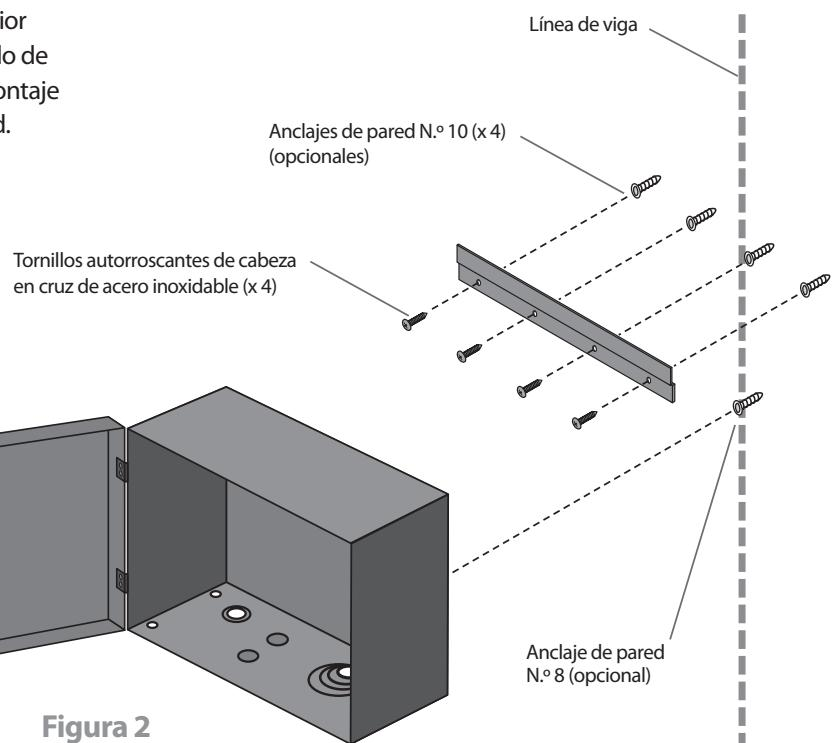

Figura 2
3. Asegurándose de que la ranura inferior esté alineada en forma adecuada con la viga, Monte la ménsula colgante (incluida) utilizando cuatro tornillos autorroscantes N.º 10 (incluidos) a los cuatro orificios piloto principales (ver Figura 2).